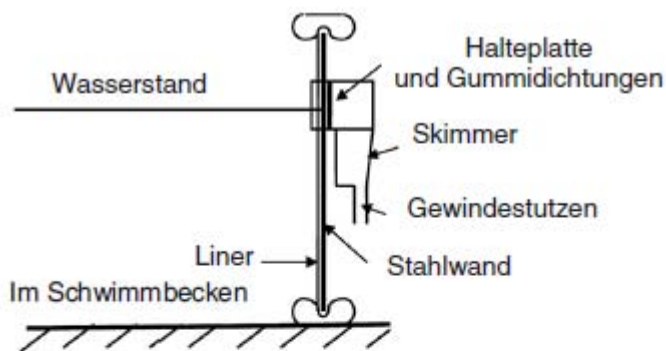

Abb. 1
■ Wenn sich der Wasserstand im Schwimmbecken 5 oder 6 cm unter dem Skimmer befindet, die Skimmer-Montage wie folgt fortsetzen (Abb. 1):